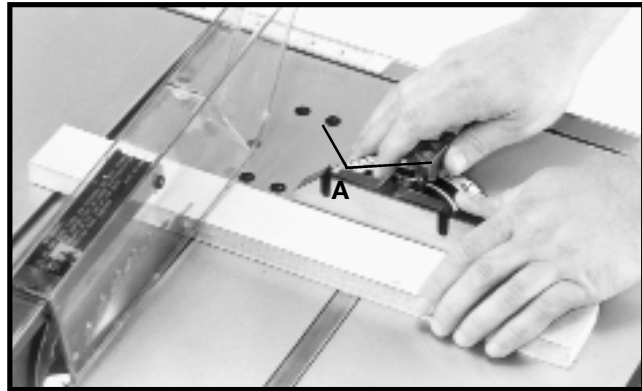

Fig. 45
El corte transversal requiere el uso de un calibrador de inglete para guiar y ubicar la pieza de trabajo. Coloque la pieza contra el calibrador de inglete y lleve el calibrador y la pieza hacia la hoja de la sierra, como muestra la Fig. 45. El calibrador de inglete se puede usar en cualquiera de las dos ranuras de la mesa. Cuando realice un corte biselado (con la hoja inclinada), utilice la ranura de la mesa que no interfiera con su mano o el calibrador de inglete con la guarda de la hoja de la sierra.
Para mayor seguridad y conveniencia, el calibrador de inglete puede ajustarse con un revestimiento de madera auxiliar. Este revestimiento de madera auxiliar puede sujetarse al frente del calibrador de inglete con dos tornillos para madera a través de las ranuras (A), Fig. 45, provistas en el cuerpo del calibrador y del revestimiento de madera.